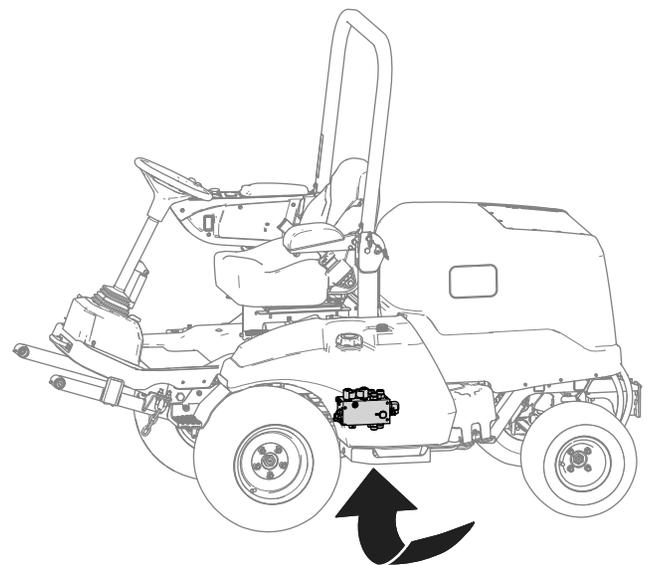

Рисунок 9
- A. Поместите сливной поддон под гидравлический коллектор (показанный на Рисунок 9).